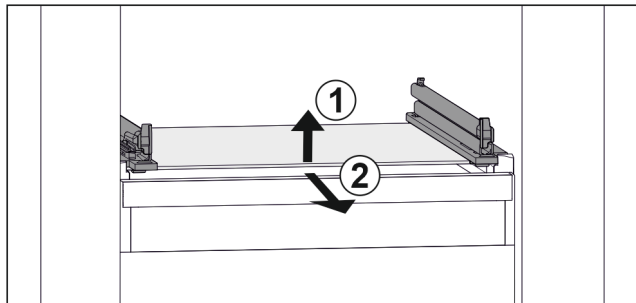

Fig. 98 Příklad znázornění skleněné desky
- ▶ Nadzvedněte skleněnou desku vpředu. Fig. 98 (1)
- ▶ Vyjměte skleněnou desku dopředu. Fig. 98 (2)